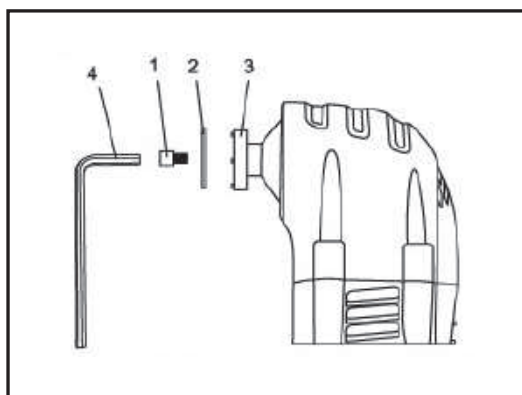

Рис. 1
1. Снимите винт (1) и шайбу (2) с держателя принадлежностей (3) вращением винта против часовой стрелки. Воспользуйтесь шестигранным ключом 5 мм (4), если винт слишком сильно затянут, чтобы его можно было снять рукой (Рис. 1).